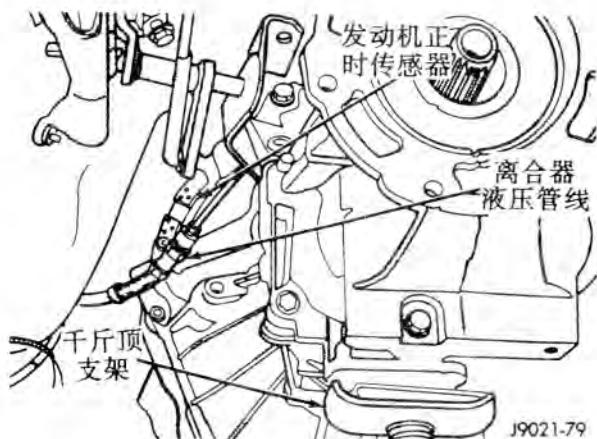

图 7 点火正时传感器和液压管路位置
(9) 断开发动机点火正时传感器（图 7）。
(10) 断开变速器和分动器通气软管。
(11) 把离合器总泵液压管路和离合器分泵进油管断开（图 7）。
(12) 用变速器千斤顶支撑变速器和分动器总成。用安全链把总成系牢在千斤顶上。
(13) 拆下四缸机型上的离合器壳撑杆。
(14) 拆下离合器壳和发动机之间的连接螺栓，拆下变速器和分动器总成。
(15) 拆下变速器和分动器之间的连接螺栓，分离两个总成。
(16) 从变速器上拆下离合器轴承分泵总成和离合器壳。